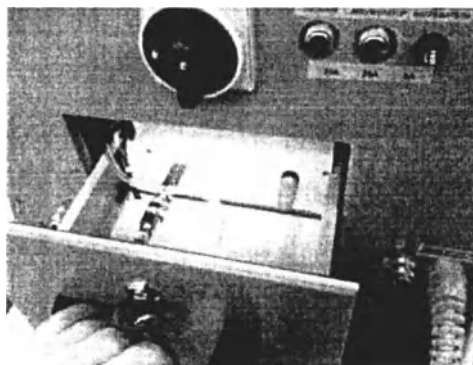

Рисунок 71
3.6.40 Выдвинуть на (10 - 15) см блок вентилятора из инкубатора (рисунок 71).